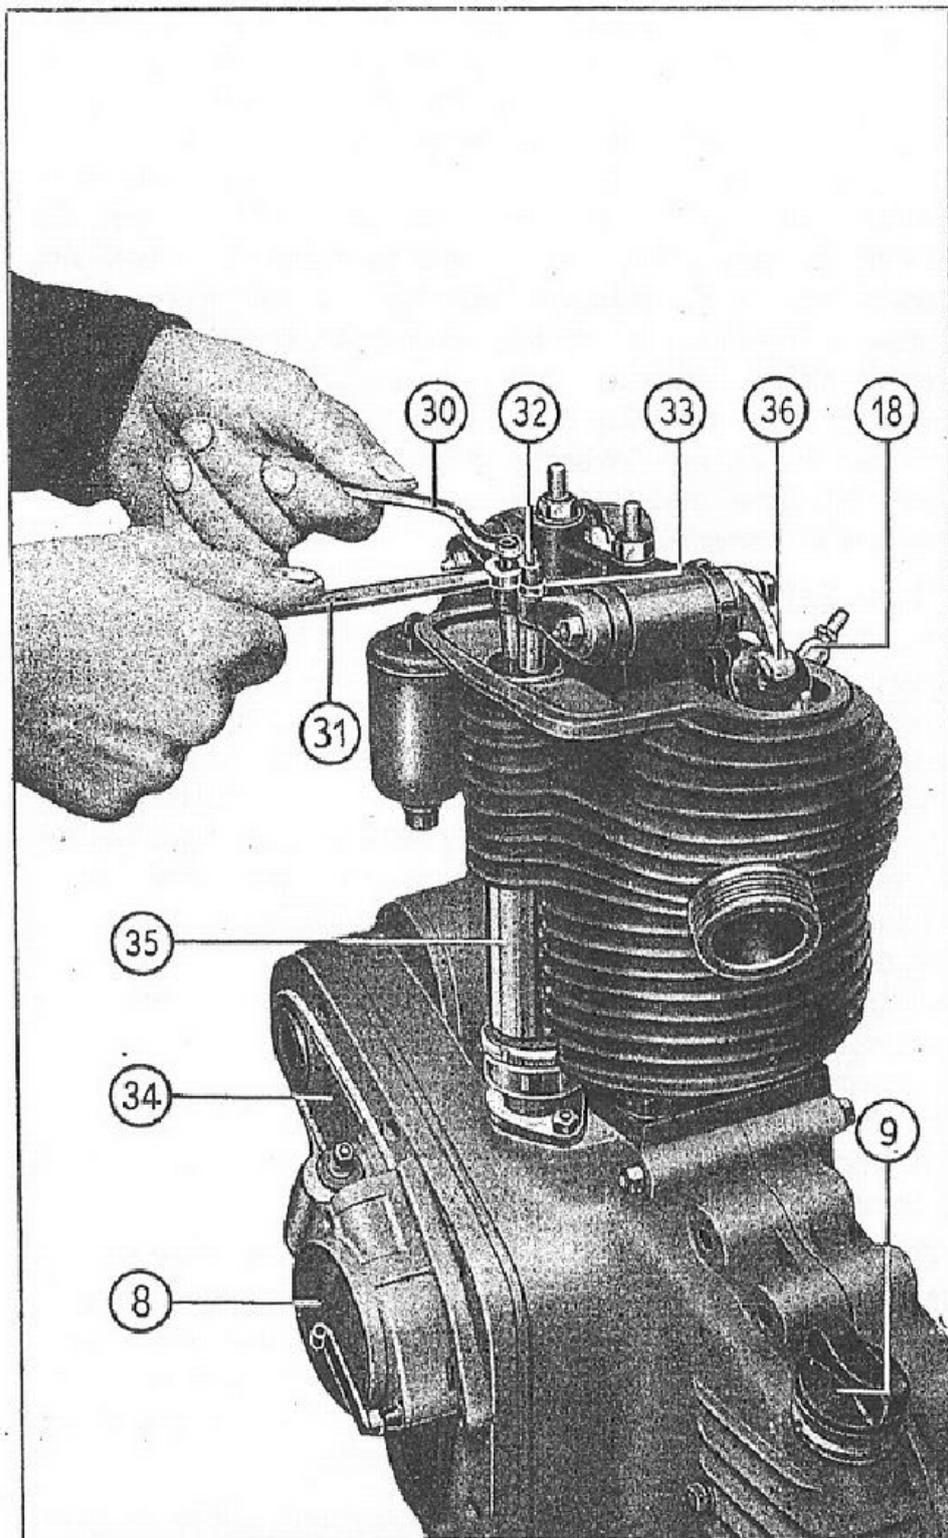

Fig. 5 - Regolazione giuoco valvole : 8) Spinterogeno - 9) Tappo misuratore olio
È indispensabile che la registrazione delle valvole sia fatta normalmente ogni 400/500 Km, specialmente durante i primi 1000 Km, periodo durante il quale le superfici di contatto cominciano ad assestarsi; la registrazione - a motore smontato - non presenta particolari difficoltà: si allenti il dado di fermo (33) e si avviti o si sviti (vedi fig. 5) il puntalino di regolazione (32) fino ad ottenere il giuoco prescritto, dopo di che si richiuda a fondo il dado (33).